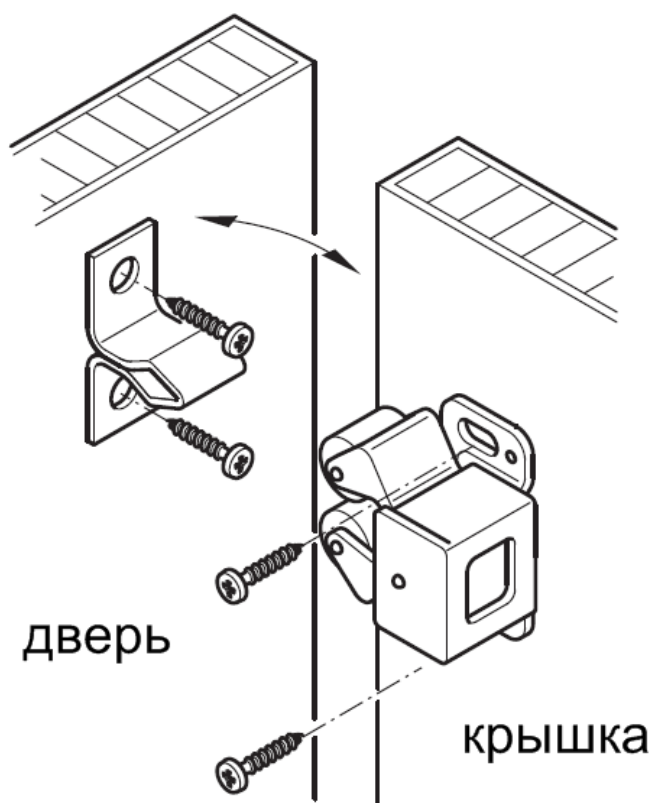

Рис. 3
5. Установить на крышку (63) роликовую защелку, а на откидную дверь – ответную часть защелки с помощью шурупов 3,0x13мм (рис. 3).
6. Установить подпятники на нижние торцы боковых стенок (1), (01).